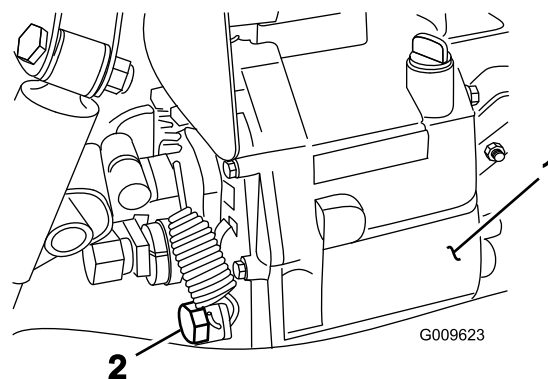

Figure 70
- Enlevez le bouchon de vidange sur le côté du réservoir et faites couler le liquide hydraulique dans un bac de vidange (Figure 70).